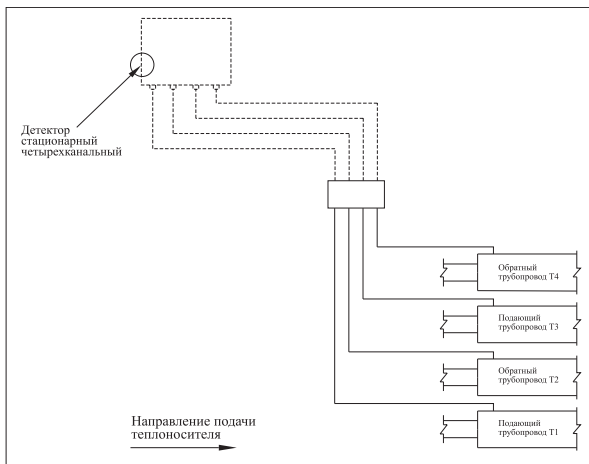

Рис. 6 «Подключение стационарного четырехканального детектора»
1.2. Подключение стационарного четырехканального детектора. **Рис. 6, 11**